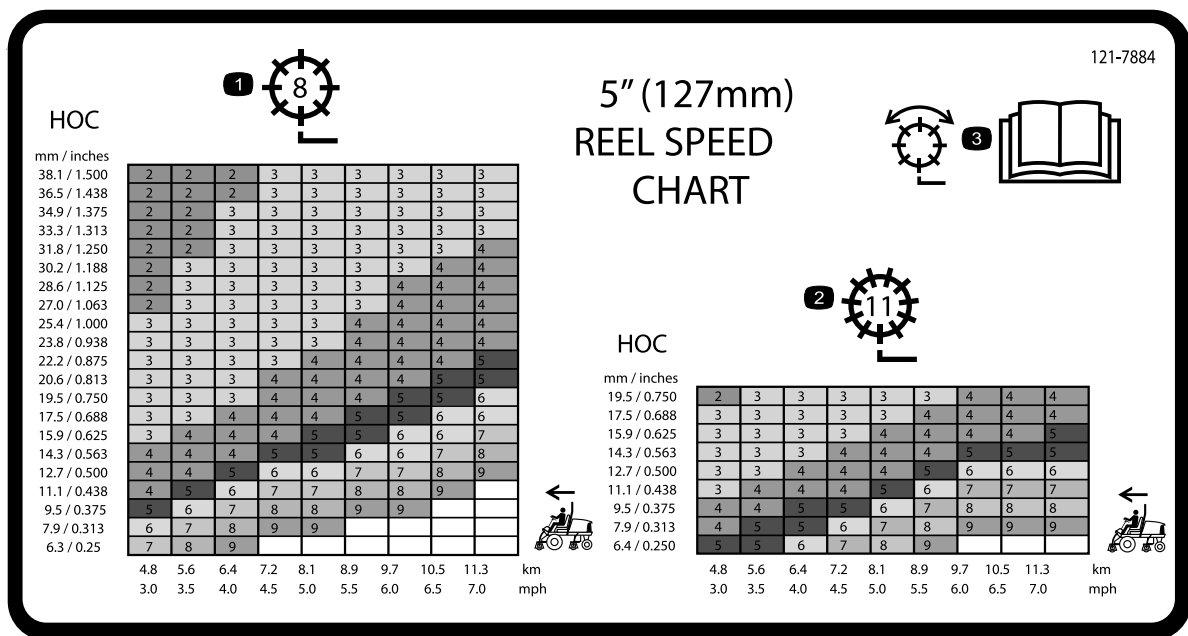

Figura 31
3. Consulte el gráfico de la pegatina con la tabla de velocidades de los molinetes (Figura 31) para determinar el ajuste correcto de los molinetes.